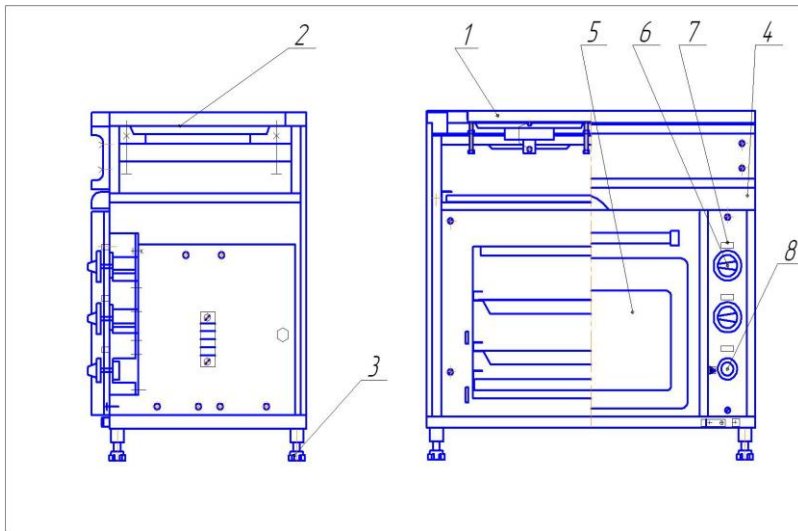

Рисунок 1
6.4 Установить плиту на полу и произвести выравнивание ее положения с помощью регулируемых опор 3 (смотри рис.1).